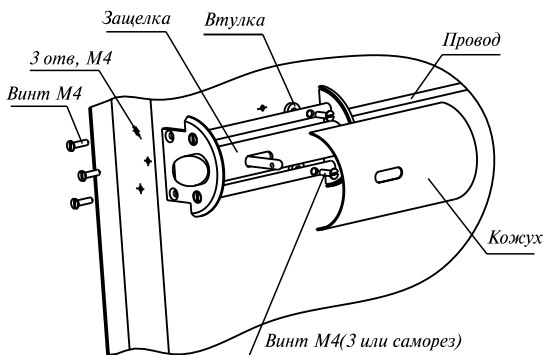

Рис. 4
5. К подготовленному месту приложите защелку, отметьте положение крепежных отверстий переднего фланца на кромке двери (рис. 4).